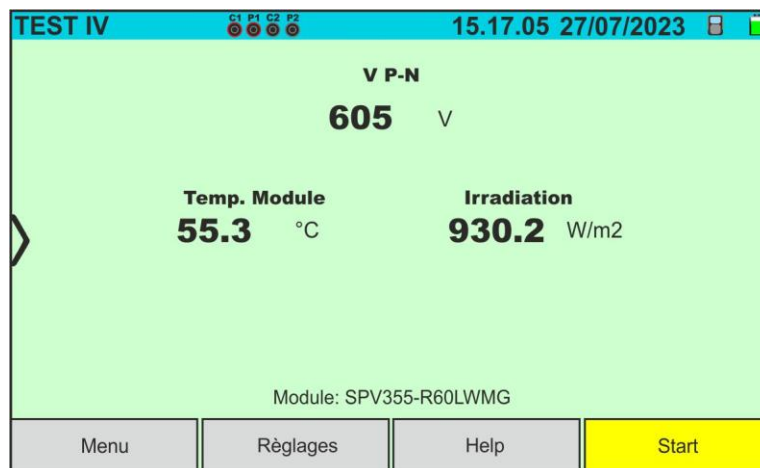

Fig. 40: Couverture initiale mesure courbe I-V sur modules Monoface
4. Dans le cas de modules **Monoface**, l'écran de la Fig. 40 est présent à l'écran. Les paramètres suivants sont affichés :